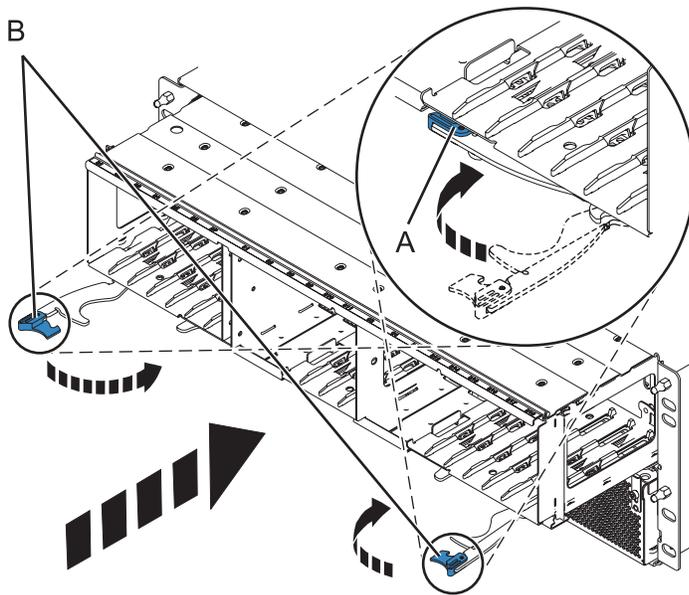
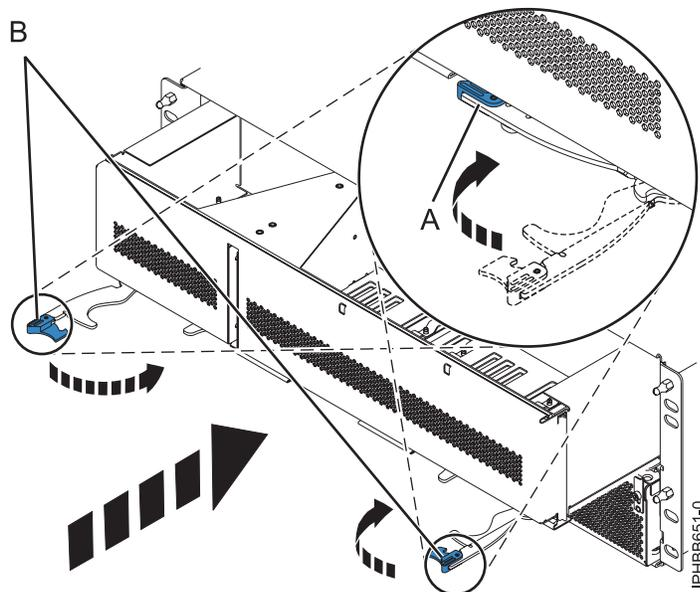

Figura 5. Instalación de la placa posterior de la unidad de disco en un modelo montado en bastidor
Figura 6. Instalación del panel de relleno de la placa posterior en un modelo montado en bastidor
7. Sostenga con la mano la parte inferior de la placa posterior de la unidad de disco o el panel de relleno por la placa posterior y deslícela en la unidad de expansión, tal como se muestra en la Figura 5 o Figura 6.
8. Fije la placa posterior de la unidad de disco en su lugar moviendo las pestañas de cierre de la posición de abierto (B) a la posición de cerrado (A).